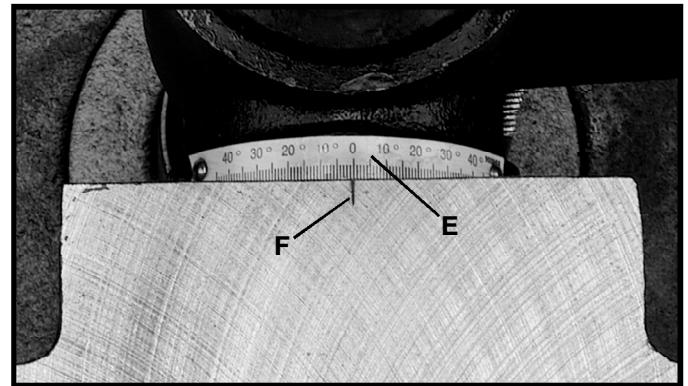

Fig. 24
5. Se proporciona una escala de inclinación (E) Fig. 24 sobre la estructura del soporte de mesa para indicar los grados de inclinación. También se proporcionan una marca índice y marca de cero (F) para el alineamiento con la escala (E).